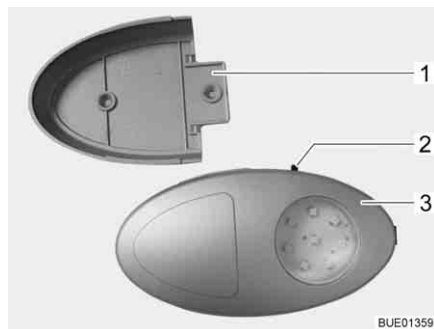

Bild 61 Klädskåpslampa
- ▷ Klädskåpslampan kan dras ut från skruvhållaren (Bild 61, 1) och användas som ficklampa.
På-/av-brytaren (Bild 61,2) sitter direkt på klädskåpslampan (Bild 61,3).